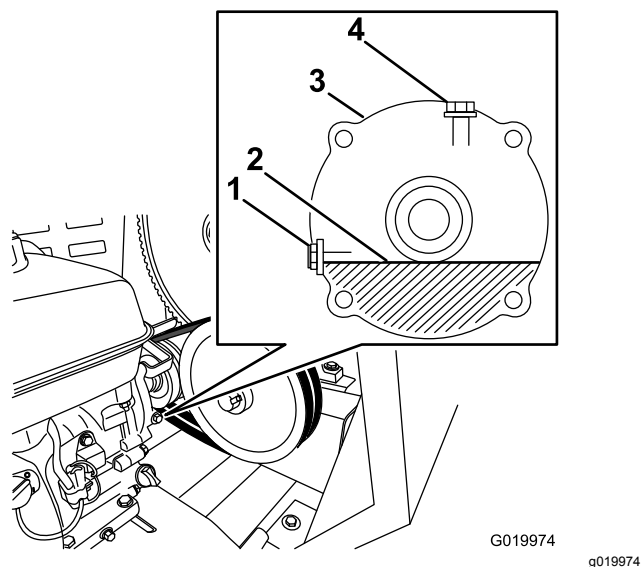

Figura 62
5. Localice la caja reductora entre el motor y la polea del motor (Figura 62).
7. Retire el perno y la arandela de comprobación del nivel de aceite del orificio de nivel de aceite (Figura 62).
- A. Retire el perno y la arandela de llenado del orificio de llenado situado encima de la caja reductora (Figura 62).
- C. Instale el perno de llenado y la arandela en el orificio de llenado de la caja reductora, y apriete el perno de llenado (Figura 62).
8. Cuando el aceite esté al nivel de las roscas de la parte inferior del orificio de nivel de aceite, instale el perno y la arandela de comprobación del nivel de aceite en el orificio y apriete el perno (Figura 62).
11. Vierta lentamente aceite del tipo especificado en el orificio de llenado hasta que el nivel de aceite llegue a las roscas de la parte inferior del orificio de nivel de aceite (Figura 62).